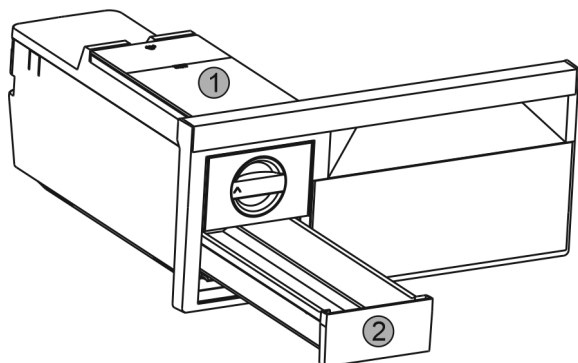

Fig. 55
- ▶ Извлечь бак для воды Fig. 55 (1) и выдвижной ящик для производства кубиков льда Fig. 55 (2).